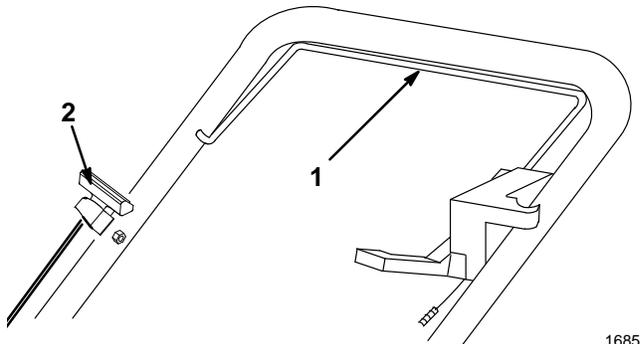

Figure 7
4. Serrer la barre de commande contre le guidon (Fig. 7).
5. Tirer légèrement sur la poignée du démarreur (Fig. 7) jusqu'à ce qu'une résistance se fasse sentir, puis, tirer un coup sec. Laisser le cordon se rétracter lentement.
2. Tirer légèrement sur la poignée du démarreur (Fig. 7) jusqu'à ce qu'une résistance se fasse sentir, puis, tirer un coup sec. Laisser le cordon se rétracter lentement.